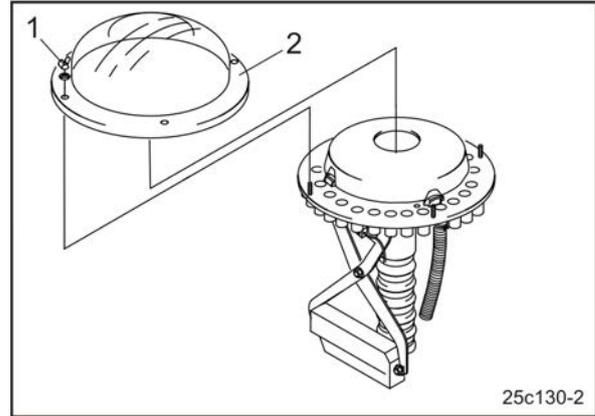

Fig. 129
4. Soltar las tuercas de mariposa (Fig. 129/1) y retirar la tapa plástica transparente (Fig. 129/2) del cabezal repartidor
6. Montar la tapa plástica (Fig. 129/2).